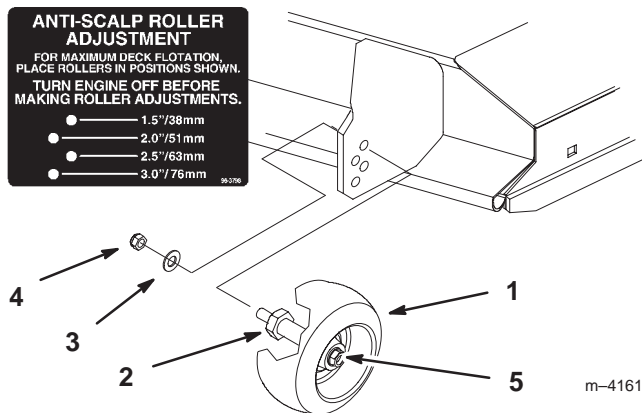

Figure 22
2. Lorsque la hauteur de coupe est réglée, enlevez l'écrou à collerette et la rondelle élastique tout en maintenant le goujon avec une clé (Fig. 22).
Remarque : N'enlevez pas l'écrou et la rondelle de la roue (Fig. 22).
3. Choisissez le trou pour que la roue de jauge se trouve le plus près possible de la hauteur de coupe correspondante voulue (Fig. 22).
4. Remettez l'écrou à collerette et la rondelle élastique. Serrez-les à 54–61 Nm (40–45 pieds-livre) (Fig. 22).